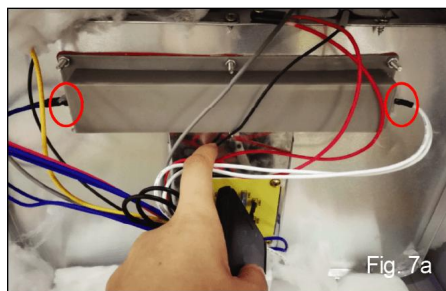

Fig. 7a
10. Ponownie zamontuj obie linie i dokręć śruby skrzynki. Patrz rys. 7a i 7b.